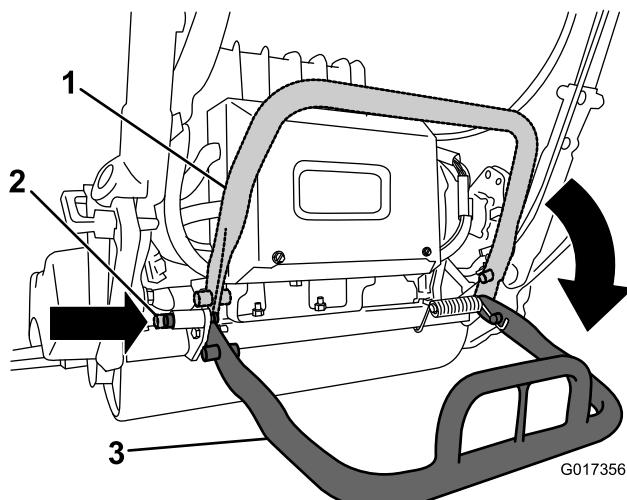

図 29
- カッティングユニットを取り外すためにキックスタンドを使用する場合には、まずスタンドを下げてロックピンを差し込んでキックスタンドを整備位置にロックします図29。